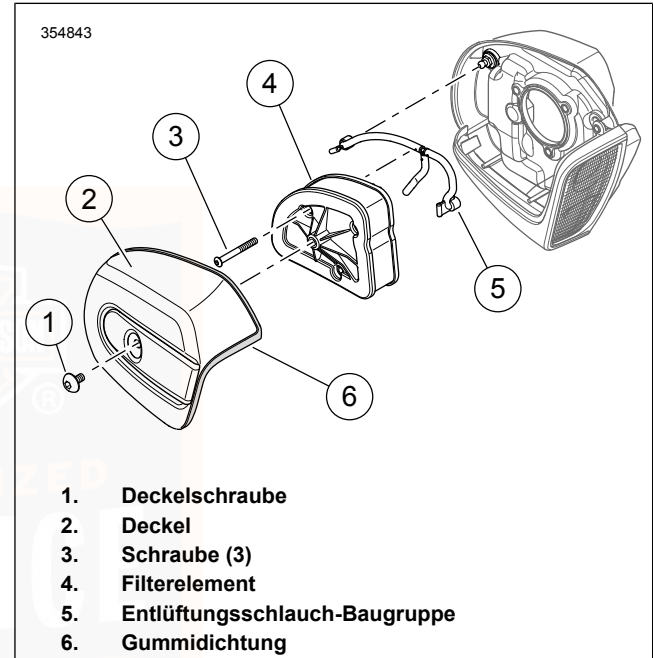

Abbildung 79. Luftfilterbaugruppe (Standard)
1. Siehe Abbildung 79. Schraube (1) und Luftfilterabdeckung (2) mit Gummidichtung (6) entfernen.
2. Die drei Schrauben (3) entfernen.
3. Filtereinsatz (4) entfernen, dabei den Entlüftungsschlauch aus dem Loch auf der Innenseite ziehen.
4. Entlüftungsschlauch (5) von den Entlüftungsschrauben entfernen.
1. Siehe Abbildung 79. Den Entlüftungsschlauch (5) auf den Entlüftungsschrauben anbringen.
2. Filtereinsatz (4) anbringen und dabei den Entlüftungsschlauch in den Filtereinsatz einführen.
3. Die Schrauben (3) anbringen. Die Schrauben anziehen.